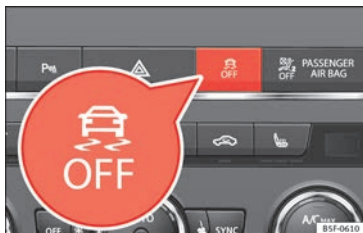

Bild 190 Mittkonsol: Knapp för att slå på/av ESC och ASR
- Tryck på knappen  » **bild 190** i ca 1 sekund för att stänga av ASR-funktionen.
- Tryck på knappen  » **bild 190** i ca 3 sekunder för att stänga av det elektroniska stabilitetsprogrammet (ESC), inklusive ASR-funktionen.
- ASR- och ESC-funktionen kan aktiveras igen genom att man trycker på knappen  » **bild 190**.